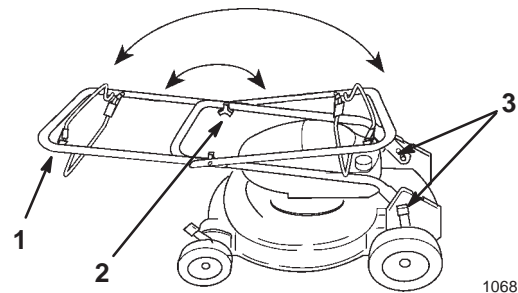

Figure 2
1. Desserrez les boutons du mancheron et déployez la partie supérieure de manière qu'elle soit placée dans le prolongement et correctement emmanchée dans la partie inférieure (Fig. 2).
3. Basculez le mancheron vers l'arrière de la tondeuse jusqu'à ce qu'il s'enclenche dans les butées des supports (Fig. 2).